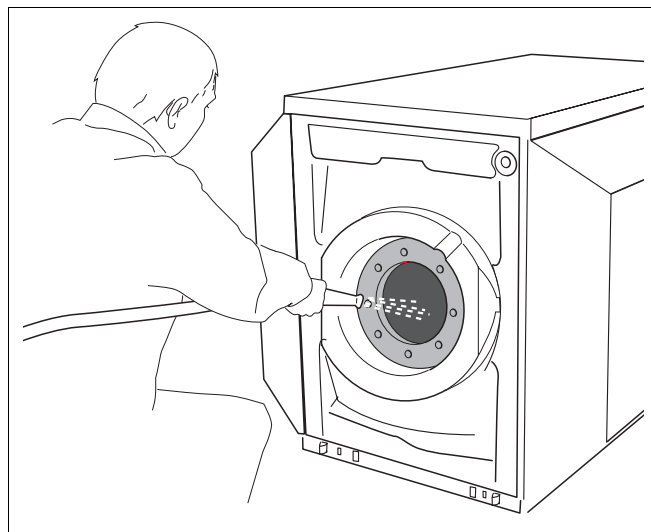

Рис. 16 Промывка бака-водонагревателя
- Промыть внутри бак "острой" струей холодной воды (с избыточным давлением около 4–5 бар) (рис. 16).